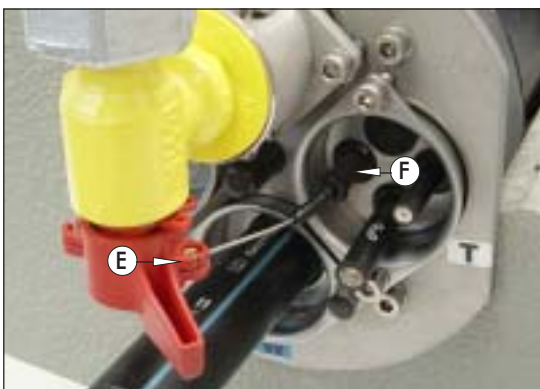

Abbildung 3:
Bei der Belegung der Sparten ist darauf zu achten, dass die Sparte Telekommunikation im Uhrzeigersinn in der nächsten Hülse nach Gas abgedichtet wird. Die Fernauslösung sollte möglichst auf der gleichen Höhe wie der Griff des Absperrhahnes liegen (siehe Abbildung 3).
Jetzt werden die Befestigungsschrauben der Stopfbuchsbrille mit 8 Nm verspannt. Die Feineinstellung zur Funktion der Fernauslösung kann jetzt über die Verstelle schraube (F) vorgenommen werden (Abbildung 3). Der Seilzug der Fernauslösung muss hierfür im offenen Zustand des Ventils der Gas-Hauseinführung leicht angespannt sein.